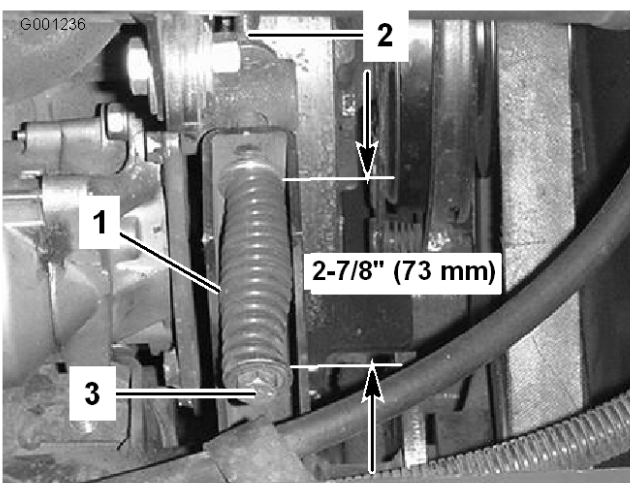

Figura 63
3. Desaperte a porca de bloqueio da barra tensora (Figura 63).
- Utilize uma chave de porcas com uma abertura de 1/2 pol. para apertar ou desapertar a mola tensora (Figura 63). Ajuste a mola de modo a ficar com um comprimento de 73 mm.
- Desaperte a porca de bloqueio da barra tensora (Figura 63).
- Utilizando uma chave de porcas com uma abertura de 1/2 pol., desaperte até ao fim a mola tensora da correia (Figura 63).
- Instale a nova correia da tomada de força e ajuste a tensão da mola da polia para 73 mm (Figura 63).
- Apertar a porca de bloqueio (Figura 63) e feche o capot.